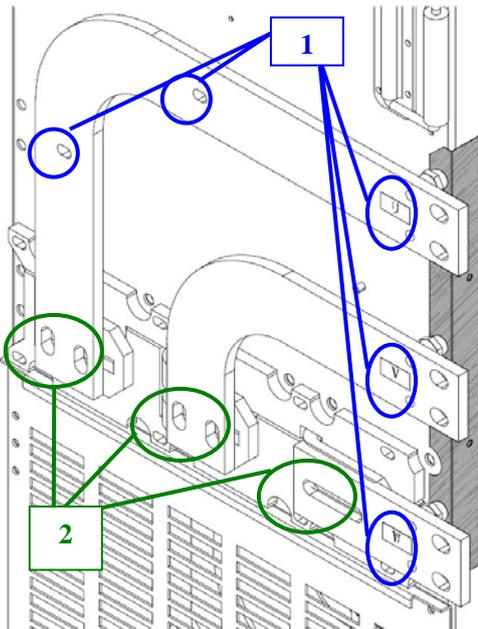

图 5-4. 右侧连接
1. 松开图 5-4 中数字 1 指示的紧固件
2. 松开图 5-4 中数字 2 指示的紧固件